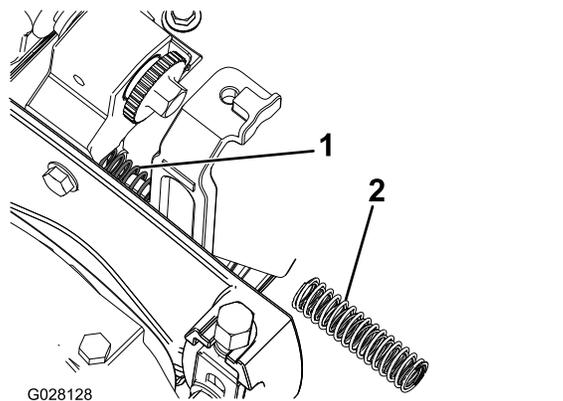

Figure 7
5. Avec une pince à bec long, déposez les ressorts de compression existants de chaque côté du plateau de coupe et remplacez-les par les ressorts de compression intérieur et extérieur neufs (Figure 7).